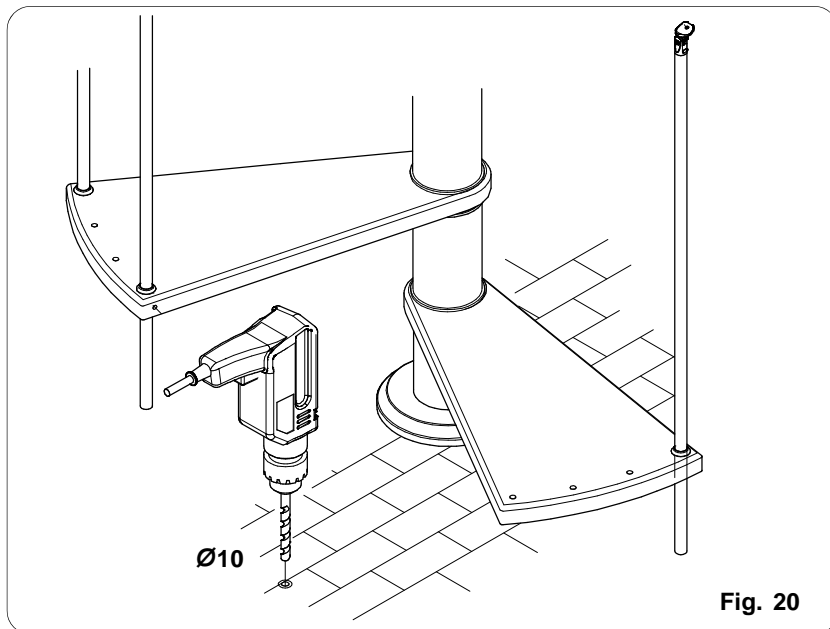

Fig. 20
- Pour percer facilement le point marqué précédemment, dévisser la vis de fixation de la colonne passante sous la première marche de manière à la libérer. (fig. 20)
Déplacer la marche (en la faisant pivoter) de manière à ne pas en être gêné, puis percer le sol en utilisant un foret de $\varnothing 10$. (fig. 20)